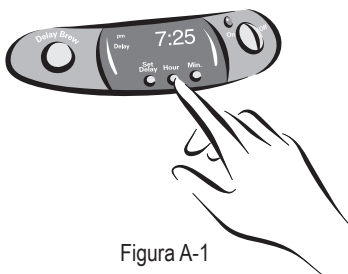

Figura A-1
- 1) Pressione, segurando o botão da hora, HOUR, até que na tela do relógio apareça a hora correta. Veja a figura A-1.